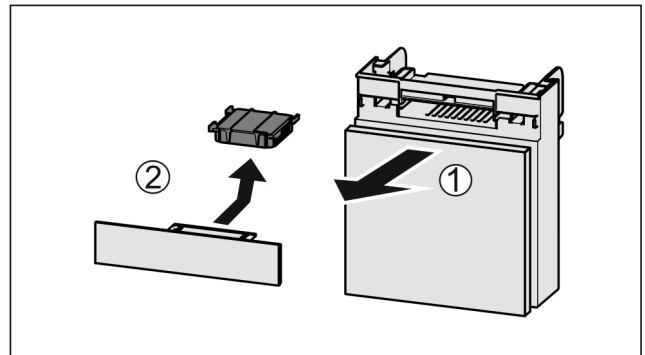

Fig. 112
- Fach nach vorne herausziehen Fig. 112 (1).
- Aktivkohlefilter entnehmen Fig. 112 (2).